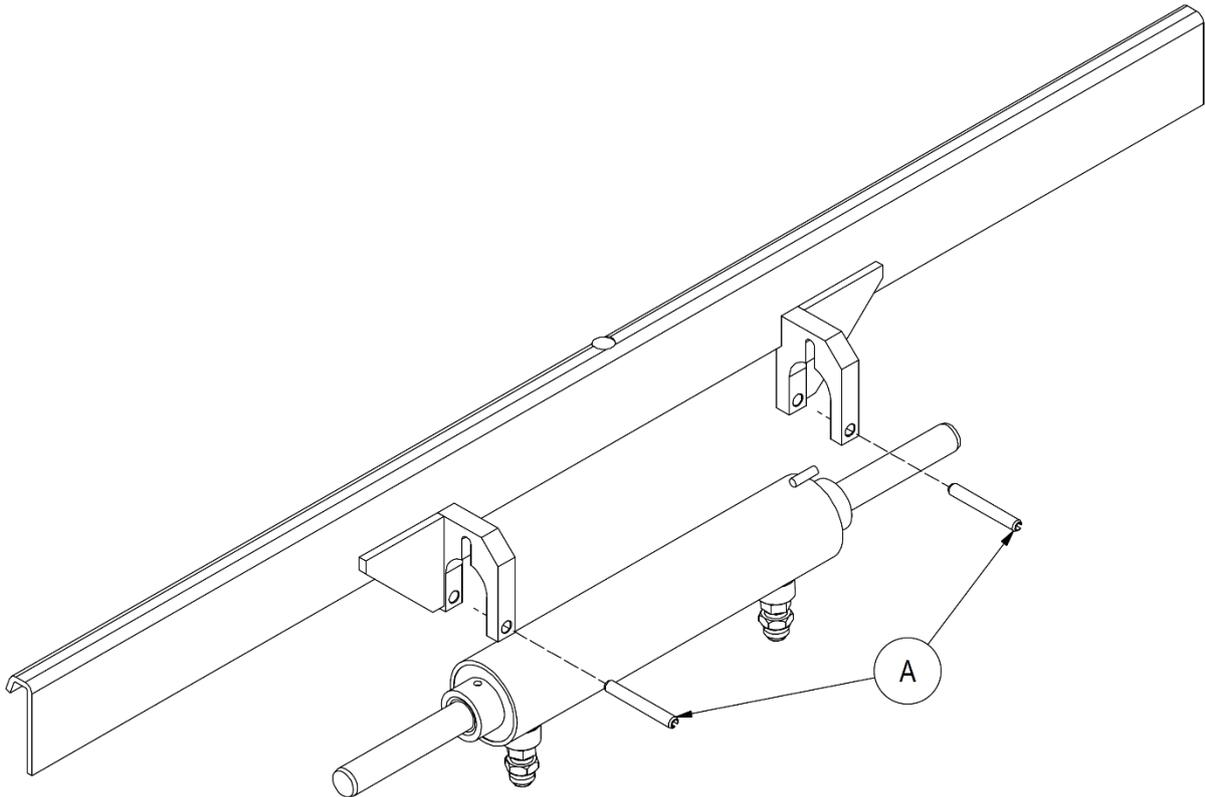

Figure 21
2. Retirez les goupilles élastiques **A** et retirez le vérin de son logement (voir *Figure 21*).